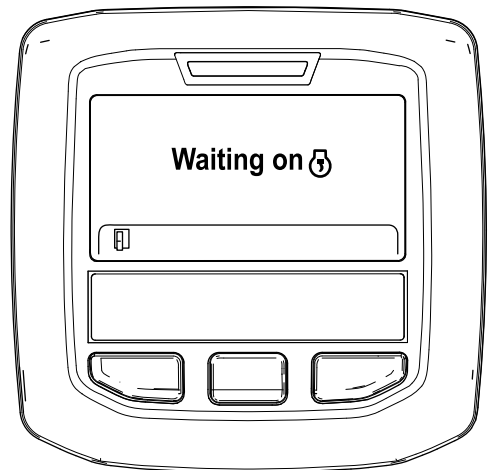

Bild 49
- B. Die Meldung „Waiting on“ wird angezeigt (Bild 49).